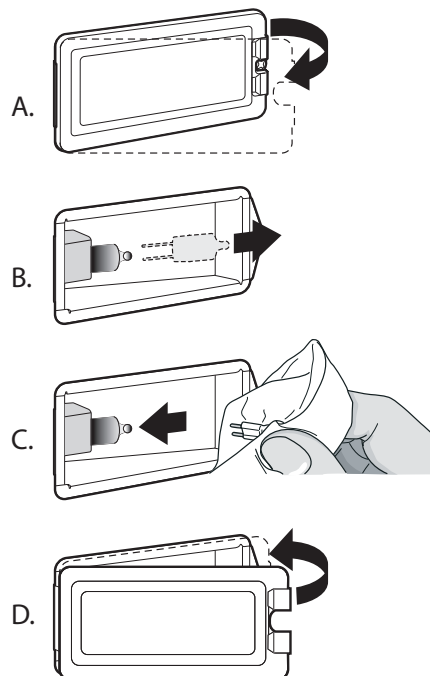

Figure 32 : Emplacement de l'ouverture
3. Insérez la pointe d'un tournevis plat entre l'attache de fixation et le boîtier de la lampe (Figure 32, A).
6. Enlevez le couvercle de la lentille de verre et l'attache de fixation (Figure 32, B).
8. Ne touchez pas au verre de la nouvelle ampoule de remplacement avec vos doigts, sans quoi elle ne fonctionnera pas lorsque vous l'allumerez. Prenez l'ampoule de remplacement avec un linge sec et propre. Localisez les deux fentes du support de céramique en y poussant doucement les deux broches de l'ampoule (Figure 32, C).
11. Rallumez le disjoncteur (Figure 32, D).